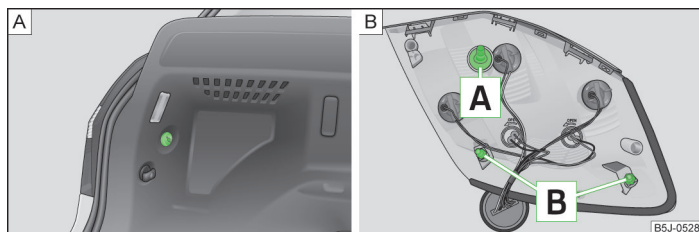

Fig. 162 Piulițe din material plastic / blocul optic spate
- » Cu o mână țineți blocul optic spate și cu cealaltă mână deșurubați piulița din material sintetic » fig. 162 - **A**.
- » Pentru montarea la loc, introduceți mai întâi blocul optic spate cu șurubul **A** în orificiul din caroserie » fig. 162.
- » Cu o mână țineți blocul optic spate, iar cu cealaltă mână înșurubați și strângeți piulița » fig. 162 - **A**.